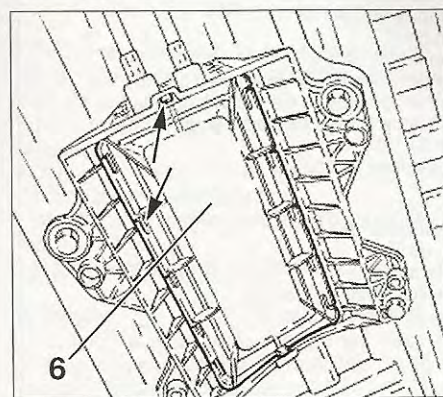

FIG. 7
- Desengrapar los enganches de la carcasa inferior (6) del mecanismo de palanca de velocidades y desmontarlo (fig. 7).